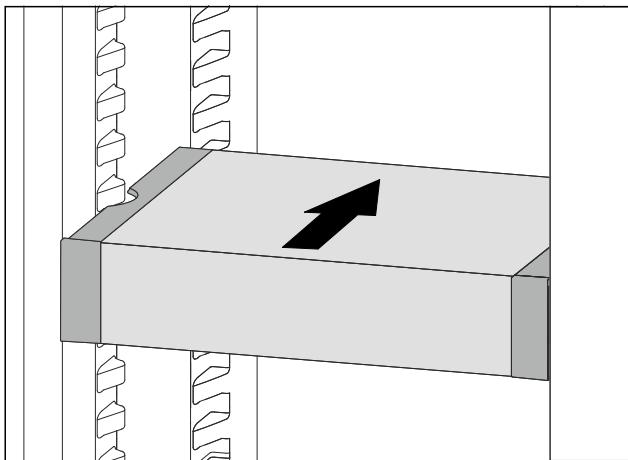

Fig. 88
- Изправете VarioSafe. Fig. 88 (1)
► Повдигнете VarioSafe отпред. Fig. 88 (2)